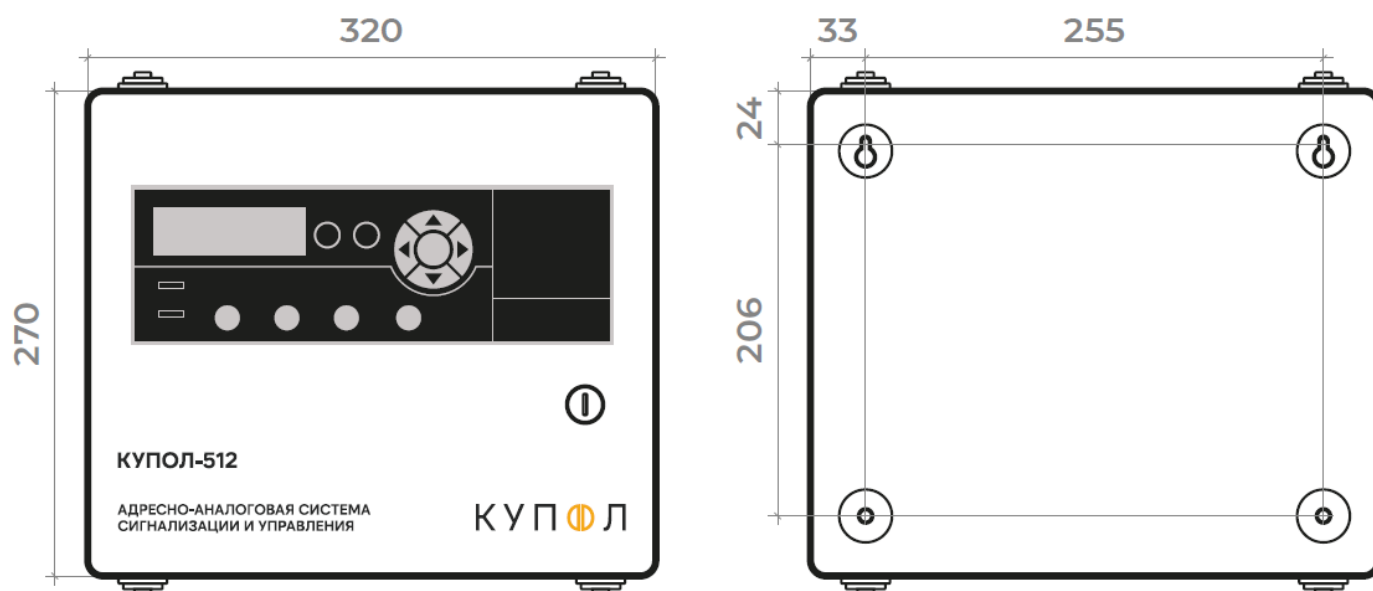

Рис.2. Габаритные и установочные размеры АПКП.
Габаритные и установочные размеры АПКП показаны на рис.2.
3.1.3. На блоке питания АПКП (рис.2) расположены клеммы питания  $\approx 220\text{В}$  и заземления.